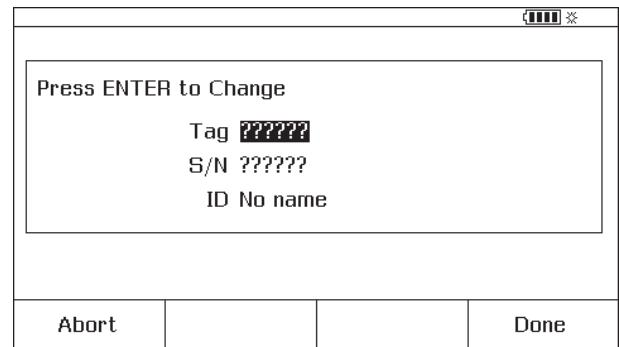

Рисунок 37. Экран ввода дополнительных данных
Чтобы добавить информацию в сохраненные данные, нажмите экранную кнопку **Продол.** (Continue), на дисплее появится запрос на ввод идентификационной метки инструмента (**Мет.** (Tag)), серийный номер инструмента (**С/н (S/N)**), и имя оператора (**ид. (ID)**), как показано на рис. 37.